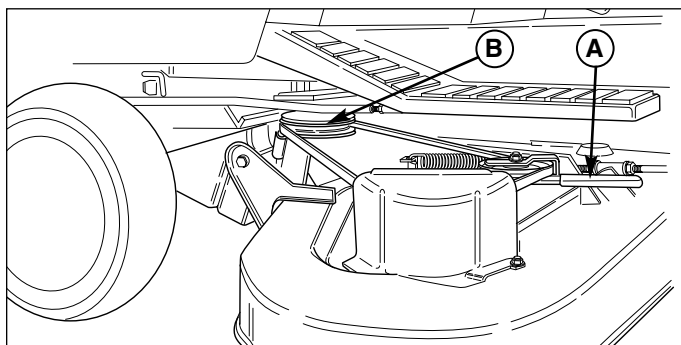

Figura 5. Rimozione e installazione della cinghia
3. Spostare la leva di rinvio (A, Figura 5) per rilasciare la tensione della cinghia. Togliere la cinghia dalla puleggia della PTO (B).
5. Spostare la leva di rinvio (A, Figura 5) per rilasciare la tensione della cinghia. Installare la cinghia sulla puleggia della PTO (B).